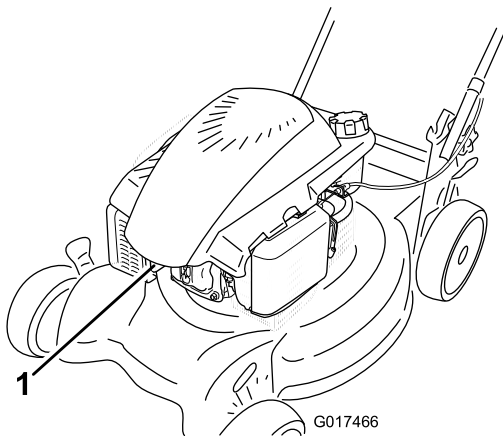

Figure 32
3. Débranchez la bougie (Figure 32) avant de procéder à un quelconque entretien.